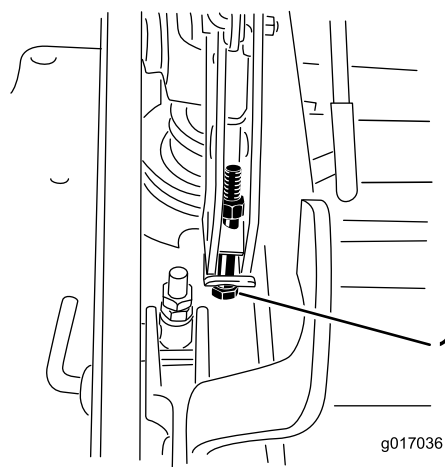

**Figura 94**
- Per agire sull'impianto di regolazione da un punto unico, allentate i due bulloni alla base della piastra dell'altezza di taglio. Vedere Figura 94.
- Serrate i due bulloni alla base della piastra dell'altezza di taglio (Figura 94). Serrate a 37-45 Nm.